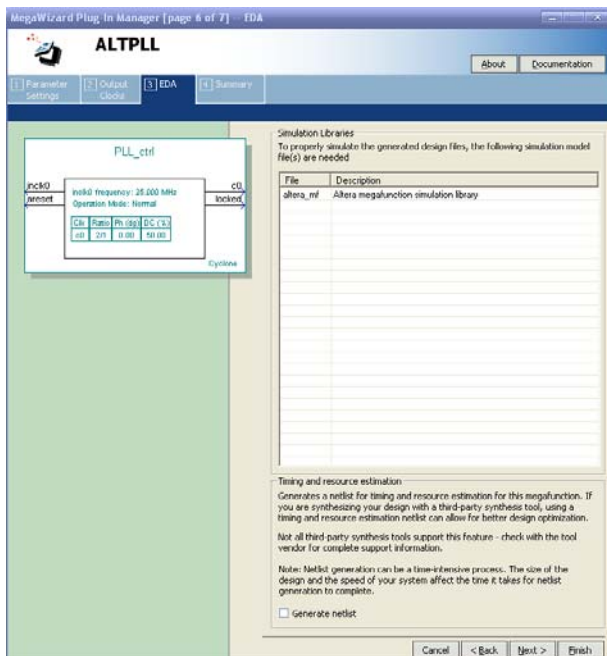

图 5.66 仿真库文件
⑨ 如图 5.66 所示，“EDA”中列了用户在对例化了 PLL 模块的工程仿真时，需要添加的仿真库文件，用户可以到 Quartus II 安装文件夹下可以找到。点击“Next>”。